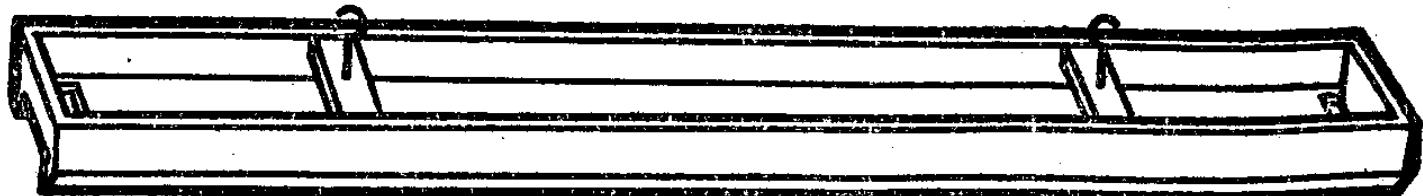

图 4-21
6. 木架：又称灯架，如图 4-21，它是装置限流器、灯管、灯座等零件用的。木架是木头做的，内部空的，可以放零件。